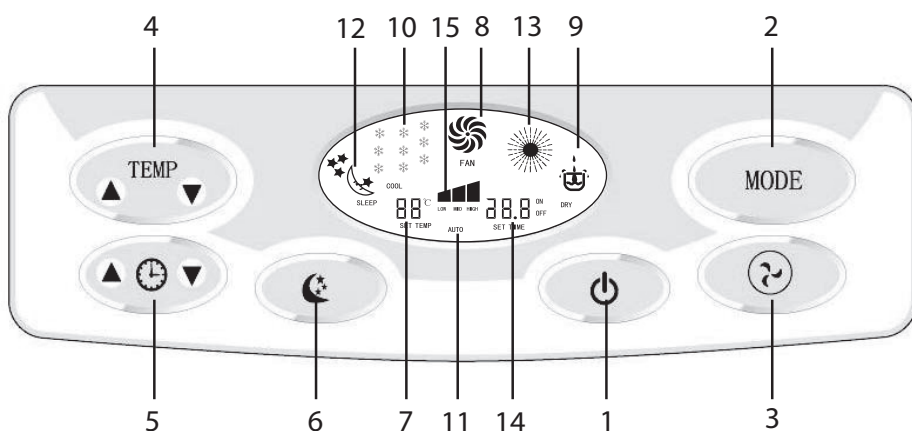

Рис. 5.1
5.2.1 Панель управления в соответствии с рис. 5.1 и таблицы 5.1